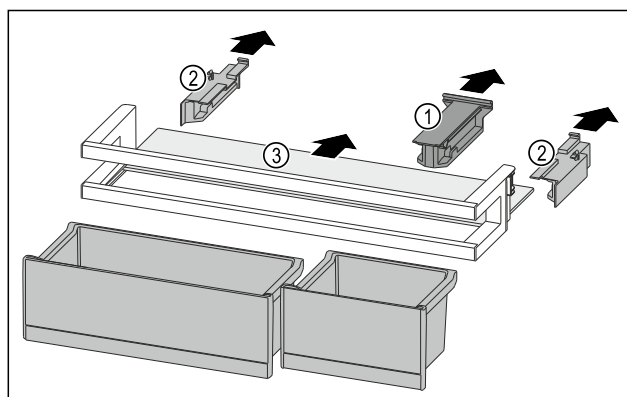

Fig. 228
- ▶ Retirer la pièce de retenue Fig. 228 (1).
- ▶ Retirer les parties latérales Fig. 228 (2).
- ▶ Retirer la tablette de rangement Fig. 228 (3).